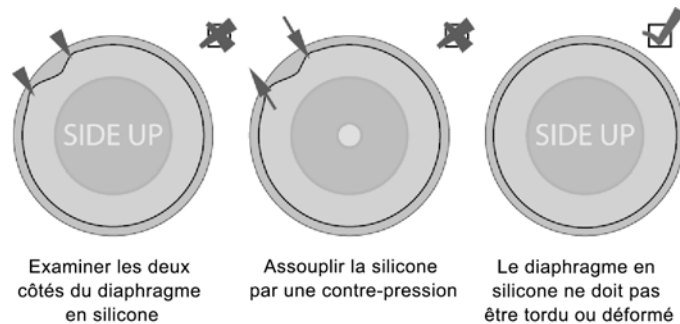

Figure D-2 Vérification du diaphragme en silicone du circuit patient
2. Examiner le diaphragme en silicone pour y chercher toute déformation, coupure, trou ou irrégularité. Voir Figure D-2.